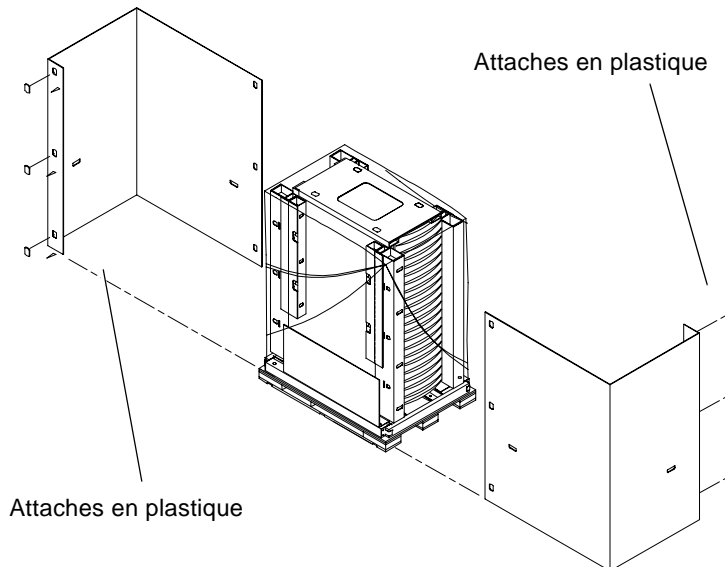

FIGURE 2-2 Déballage du système Sun Fire 6800 (étape 2)
2. Retirez les attaches en plastique des deux principales sections de l'emballage (FIGURE 2-2).